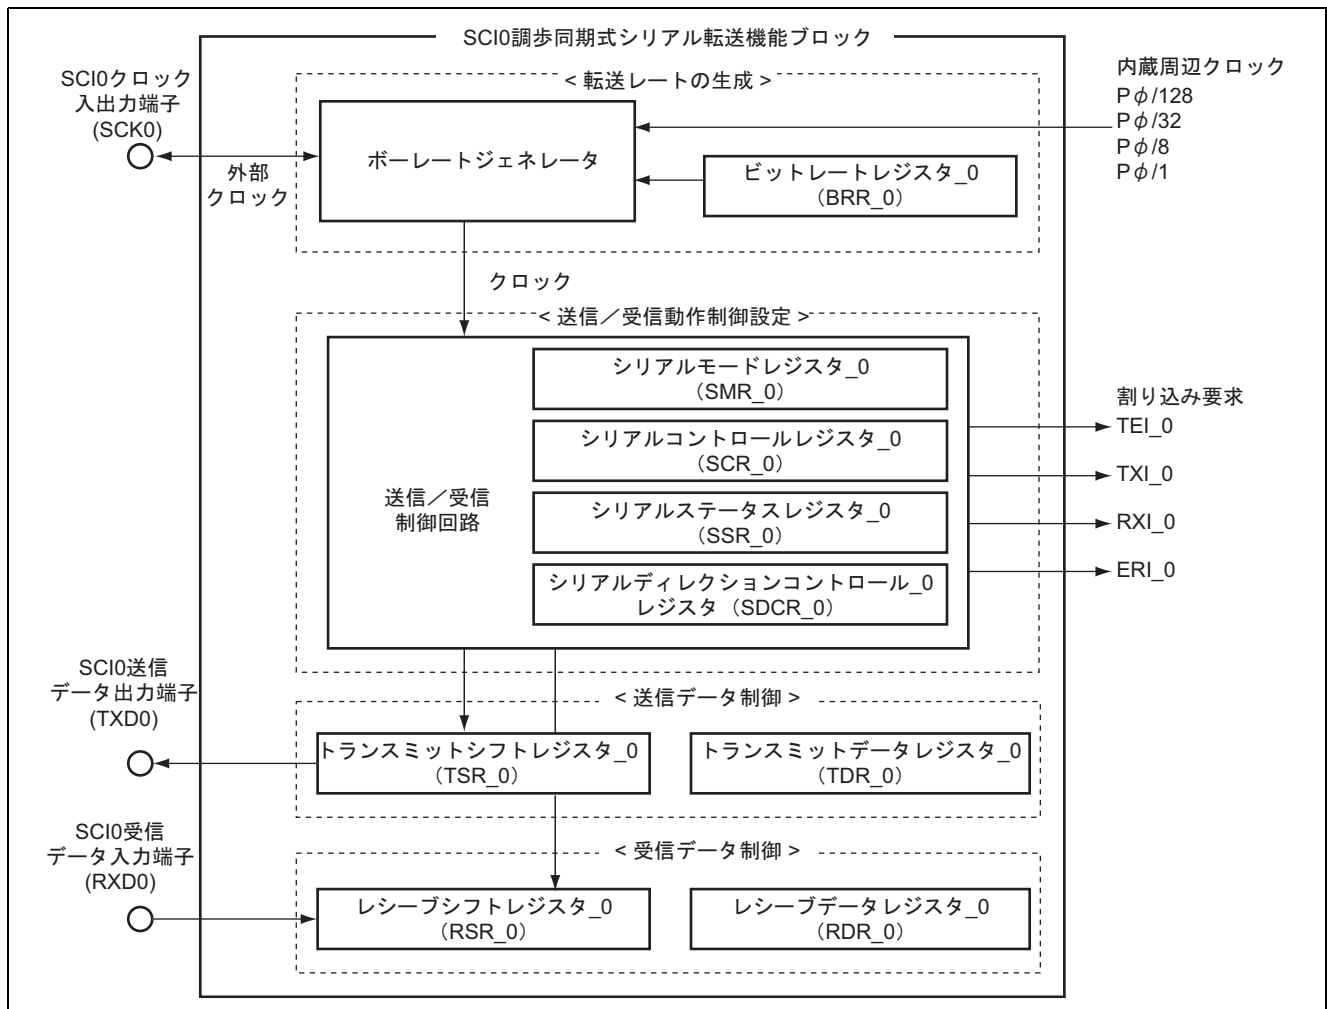

図 2 SCI (ch0) のブロック図
- (1) 本タスク例では、SCI（Serial Communication Interface）を用いて、調歩同期式シリアルデータ送信を行います。図 2 に SCI モジュールチャンネル 0（ch0）のブロック図を示し、以下に図 2 についての機能説明をします。